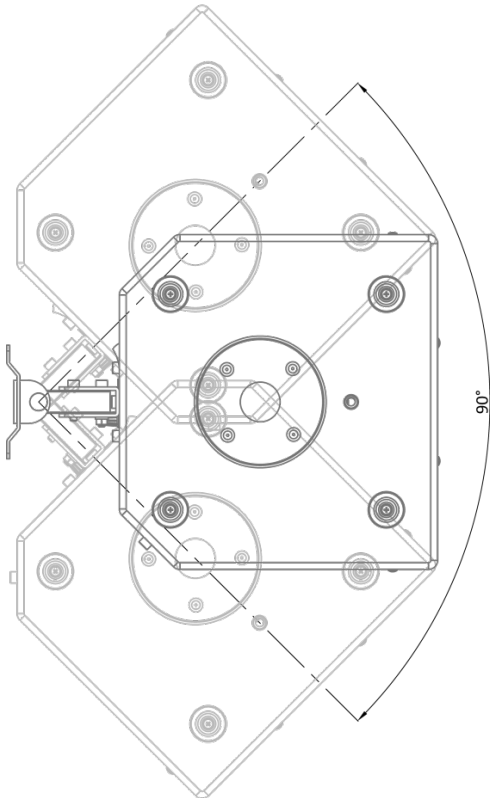

FIG.9
- Le FIG.8 e FIG.9 mostrano le possibili combinazioni per orientare il diffusore sull'asse verticale: la FIG.8 per il diffusore montato verticalmente, la FIG.9 per il diffusore montato orizzontalmente.